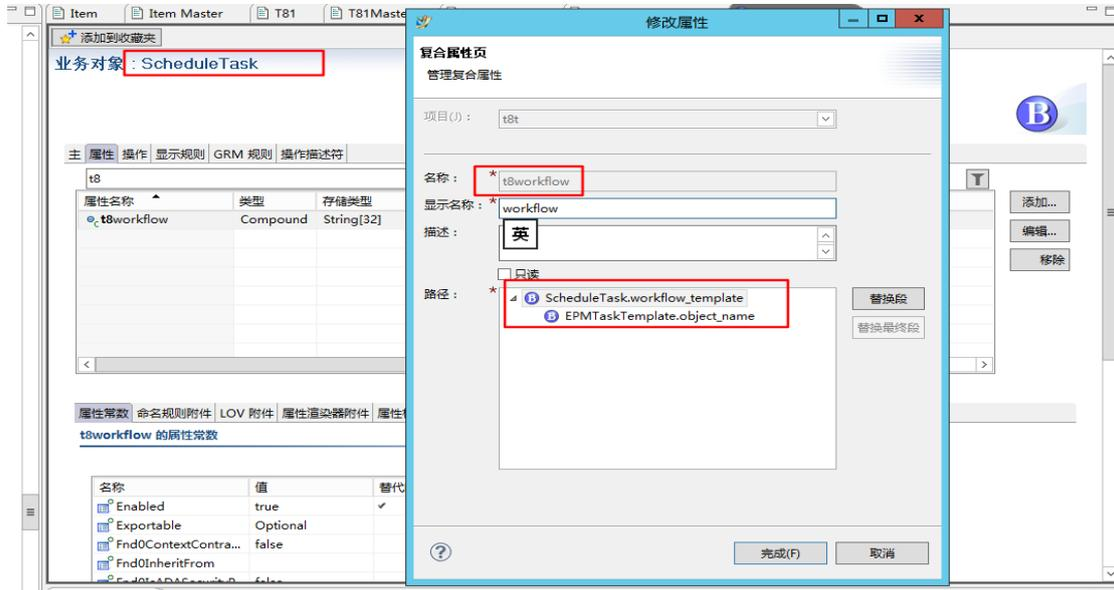

图 2
1.首先我们需要创建一个复合属性（复合时间表任务的 workflow_template 属性的名称）如图 2